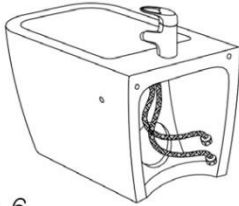

рис. 6
5. Выполните соединение по отметкам для отверстий и установите крепежные винты (рис.6);